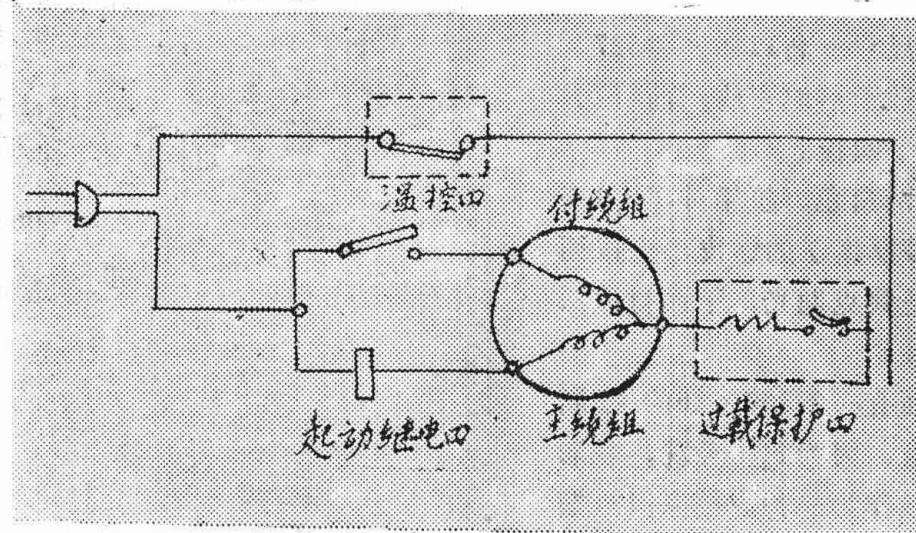

图16 NR—68K 电冰箱电气线路图
①压缩机：为超小型，高约155毫米，直径为145毫米左右，由于它小巧，省地方，所以增加了冰箱的有效容积，也降低了冰箱的总尺寸。
②冷凝器，是钢丝式冷凝器，冷凝器管径为4.75毫米，管外镀铜，并涂有黑漆，上面焊有7组，共 $67 \times 2 = 134$ 根钢丝，钢丝直径为1.6毫米。
③门框加热管：制冷剂自冷凝器出来后，首先经过隐藏在机箱边缘部份的小加热管——门框加热管，它一方面是冷凝器的一部份，可以进一步降低R—12的温度，另一方面，它所散出的热量可以防止机箱出汗。
④过滤干燥器。
⑤毛细管——外径约为1.8毫米的铜管，总长约1.16米，自过滤干燥器出来后，绕9圈，每圈外径为16.4，然后附在蒸发器的出气管上，外面包以绝缘材料，通到蒸发器。在蒸发器的入口处，毛细管被套在较粗的出气管内。
⑥蒸发器——系板式，L型，位于箱内右上角，由铝复合板制成，表面经阳极氧化处理，呈黄色，板厚约1.2毫米。
⑦吸气管——管径约为6.7毫米。
5. 电气线路 如图16所示。